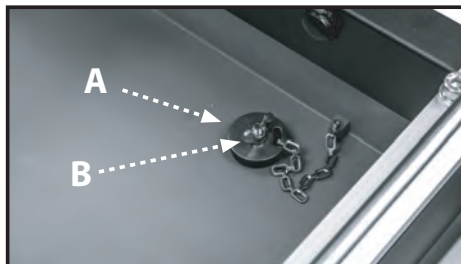

FIGURE 11
1. Vérifiez que le bouchon de vidange (A, fig. 11) est bien inséré dans le drain et que l'écrou papillon de blocage (B, fig. 11) est serré.